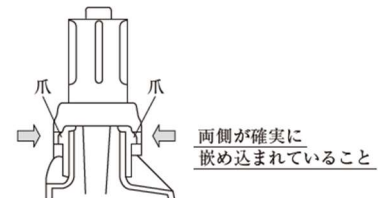

図 1
- 3.排水ボトルと接続キャップがしっかりと接続されていることを確認する。(図 1)